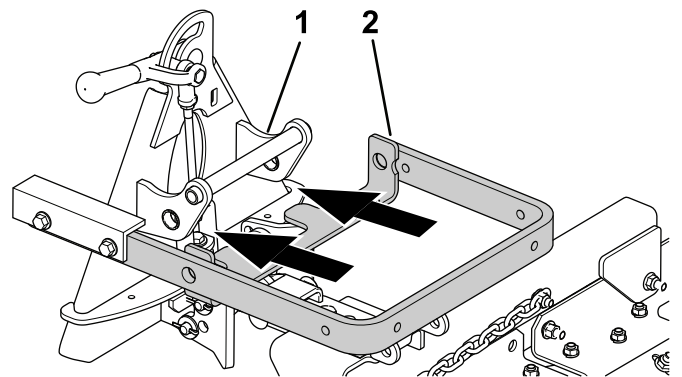
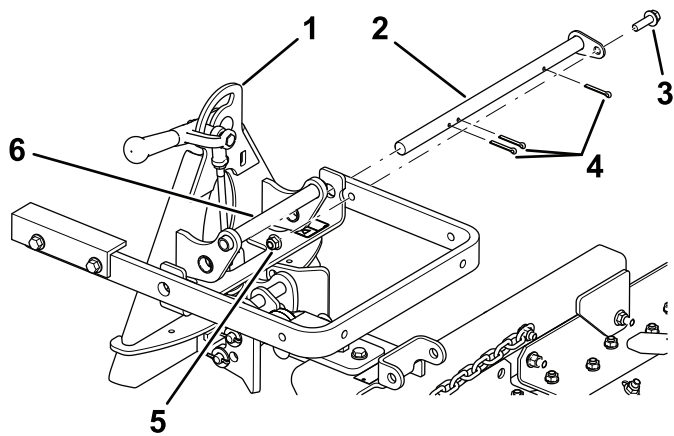

Figure 4
Figure 5
- Alignez le bras de levage sur le support de l'adaptateur d'accessoire (Figure 4) et accouplez-les avec la barre d'articulation comme illustré à la Figure 5.
Remarque: Lorsque vous déplacez l'adaptateur d'accessoire, servez-vous de la poignée prévue au dos (Figure 4).
4. Fixez la barre d'articulation (Figure 5) avec 3 goupilles fendues et un boulon ($\frac{3}{8}$ " x $1\frac{1}{4}$ ") et un contre-écrou ($\frac{3}{8}$ ").